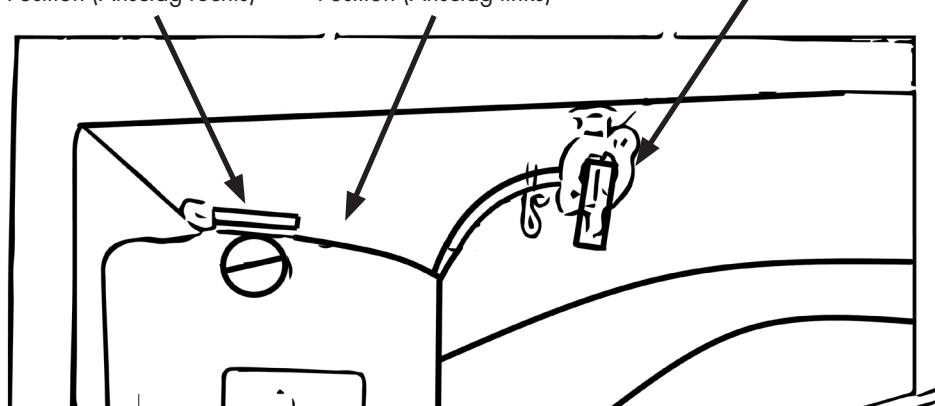

Abbildung 6
- Öffnen Sie den Kraftstoffhahn. Siehe auch Abb. 6. (Griff am Hahn zeigt nach unten)